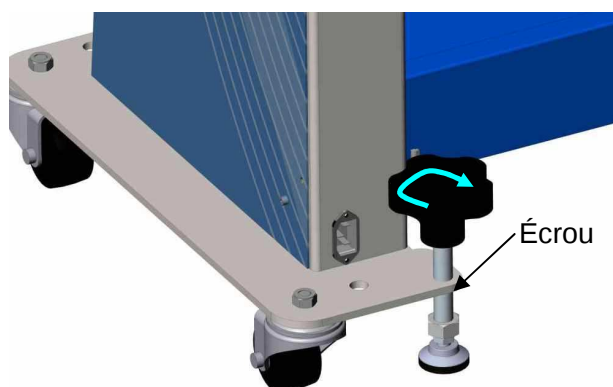

Figure 6
15. Fixez la machine en place en tournant vers le bas le pied réglable à la main, jusqu'à ce qu'il appuie sur le sol. Ne serrez pas excessivement. Bloquez manuellement le pied réglable avec l'écrou (figure 6). Procédez de même de l'autre côté. La machine n'a pas besoin d'être mise de niveau sur la plupart des sols.